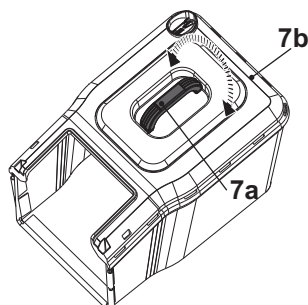

Fig. 6
2. El asa de transporte (7a) ya está premontada en la cubierta superior (7b) y su posición es giratoria para adaptarse al uso previsto (Fig. 6).
3. El recogedor de césped (7) está listo para su uso.